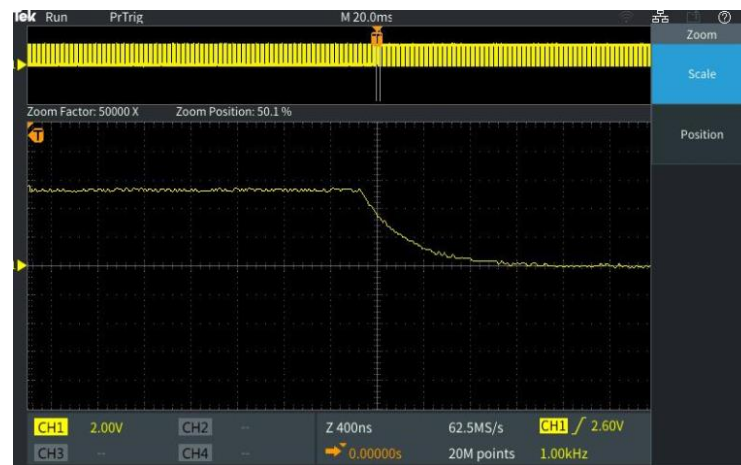

图 9. 放大一个下降沿
7. 按下 **Scale** 侧键，使用 **MPK** 来放大该下降沿，如有需要可以再次调整位置 (图 9)。